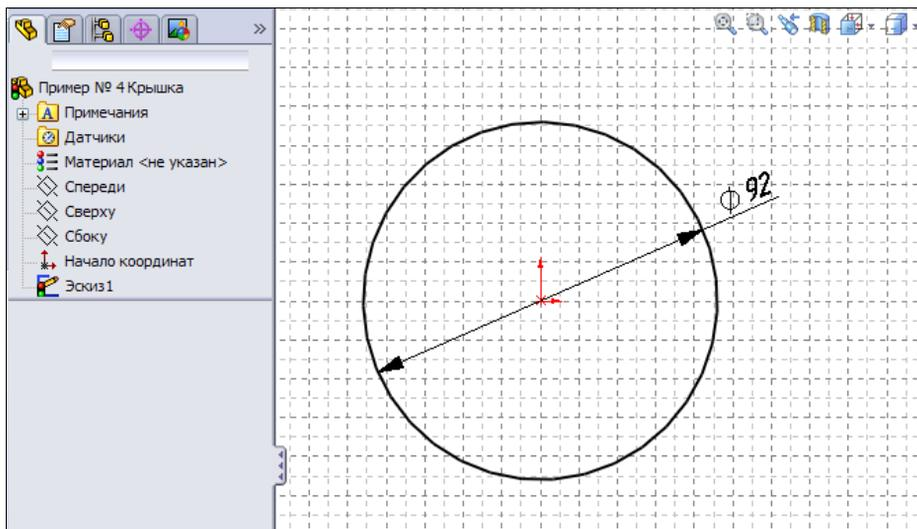

Рис. 2.38
- Спроектируем основу детали, для чего войдем в эскиз на плоскости Спереди и нарисуем окружность диаметром 92 мм (рис. 2.38).